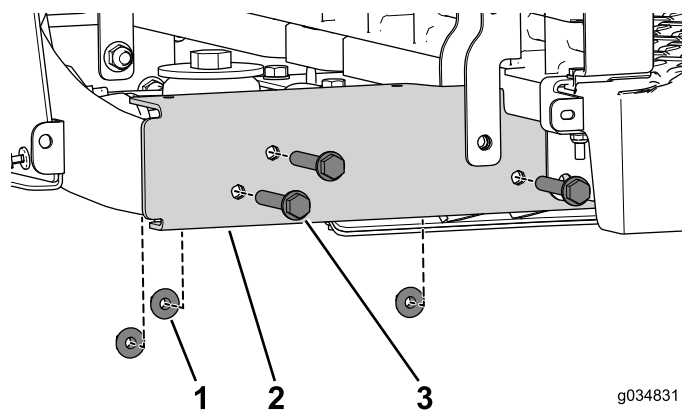

Figura 17
4. Retire los 3 pernos con arandela prensada (3/8" x 2 1/2") y tuercas (Figura 17). Haga esto en ambos lados de la máquina.